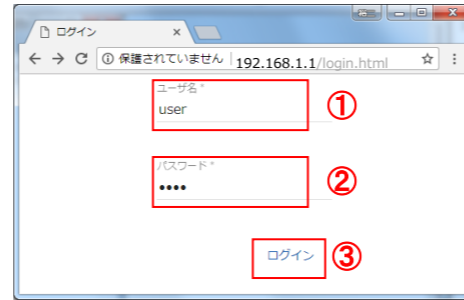

図9. ELセンサログイン画面
- ユーザー名に「user」と入力する。(図9、①)
- パスワードに「user」と入力する。(図9、②)
- 「ログイン」をクリックする。(図9、③)